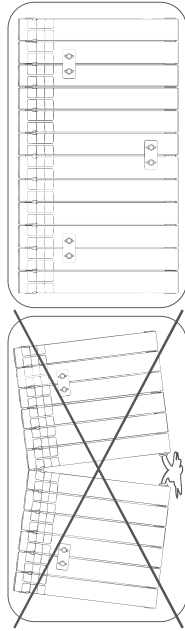

рис. 2
**3. Монтаж радиатора на стену (рис. 2)**